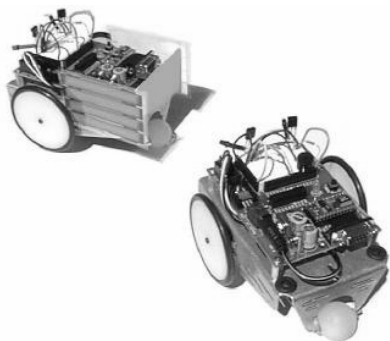

图 6-6 引导机器人（左）和尾随机器人（右）
如图 6-6 所示是引导机器人和尾随机器人。引导机器人运行的程序是 `FastIrRoaming.c` 修改后的版本，尾随机器人运行的程序是 `FollowingRobot.c`。比例控制让尾随机器人成为忠实的追随者。一个引导机器人可以引导大概 6~7 个尾随机器人。只要把引导机器人的侧面板和后挡板加到其他的尾随机器人上即可。
(1) 如果是在班级中使用机器人，把纸板安装在引导机器人的两侧和尾部，如图 6-6 所示。
(2) 如果是个人使用（并且只有一个机器人），可以让尾随机器人跟随一张纸或你的手来运动，就和跟随引导机器人一样。
(3) 用阻值为 $1k\Omega$ 或 $2k\Omega$ 的电阻替换掉连接机器人红外线发光二极管的 470Ω 电阻。
(4) 使用程序 `FastIrRoaming.c` 修改后的版本对机器人编程来做避障试验，打开程序 `FastIrRoaming.c` 重命名为 `SlowerIrRoamingForLeadRobot.c`。
(5) 对程序 `SlowerIrRoamingForLeadRobot.c` 做以下修改：
(6) 尾随机器人运行程序 `FollowingRobot.c`，不用做任何修改。
(7) 机器人都运行自己的程序，把尾随机器人放在引导机器人的后面。尾随机器人应该跟随一个固定的距离，只要它不被其他的诸如手或附近墙壁等引开。